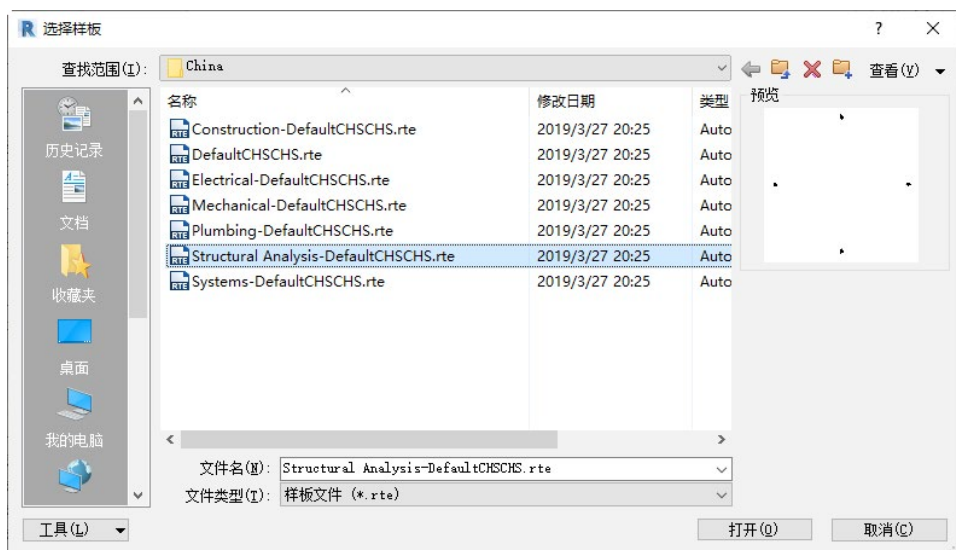

图 1-31 “选择样板”对话框
(2) 用户也可以单击“浏览”按钮，打开如图 1-31 所示的“选择样板”对话框，选择需要的结构样板，单击“打开”按钮，打开样板文件。
(3) 选择“项目”选项，单击“确定”按钮，创建一个新项目文件。